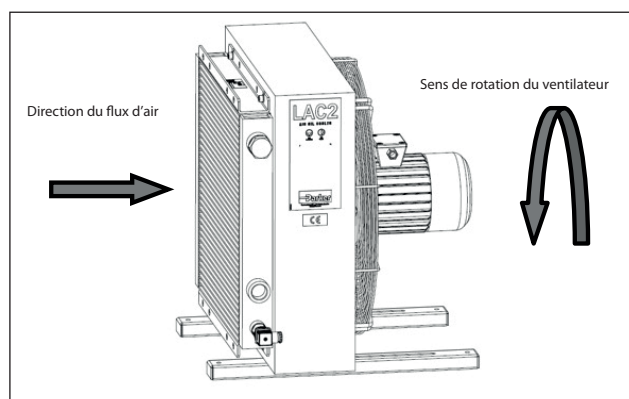

Fig. 25
6. Une fois en marche, vérifier que, quand le ventilateur se déclenche, le sens de rotation et le flux d'air correspondent au schéma de la Fig. 25.